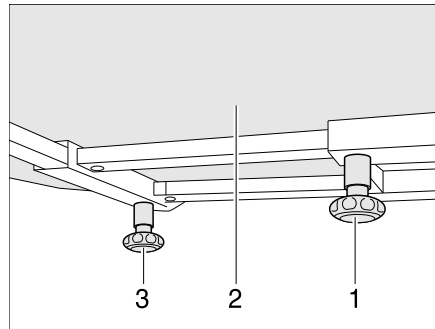

Bild 77 Fester Tisch
- Rändelschraube (Bild 77,1) lösen.
- Tischplatte (Bild 77,2) in die gewünschte Position verschieben.
- Rändelschraube (Bild 77,3) lösen.